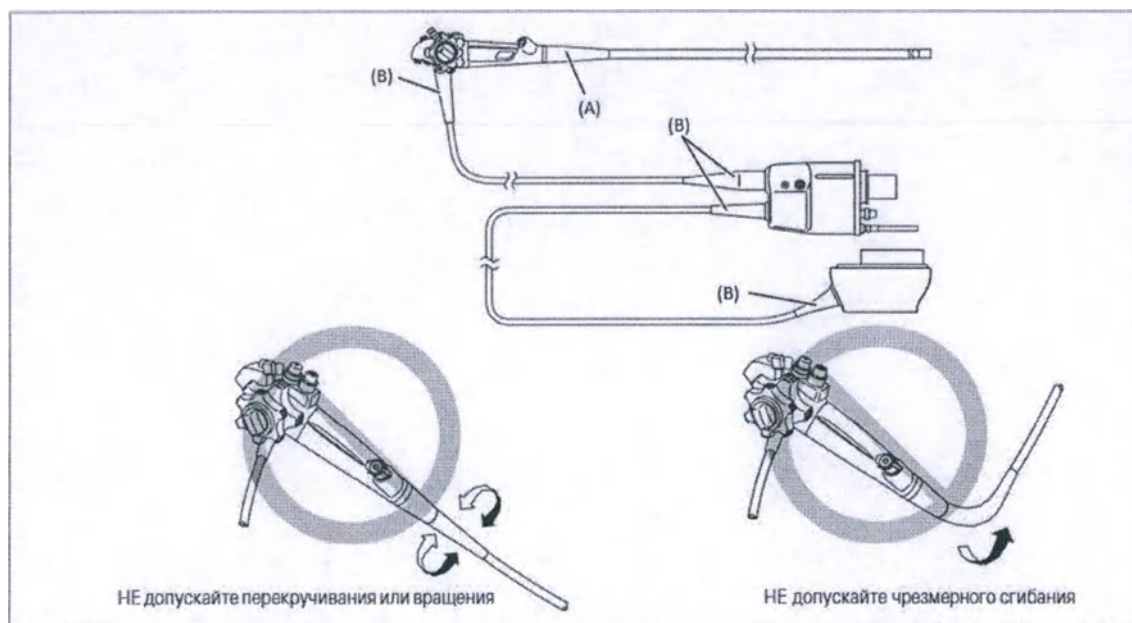

Рис. 1.5
- **ЗАПРЕЩАЕТСЯ** чрезмерно скручивать, поворачивать и изгибать компенсаторы механических напряжений на эндоскопе (компенсаторы механических напряжений см. рис. 1.5(A) и (B)). Это может привести к повреждению эндоскопа. Обратите особое внимание на осторожное обращение с компенсатором вводимой части (см. рис. 1.5 (A)) на эндоскопе, так как он имеет маленький диаметр и с большой вероятностью может пострадать при неправильном обращении.